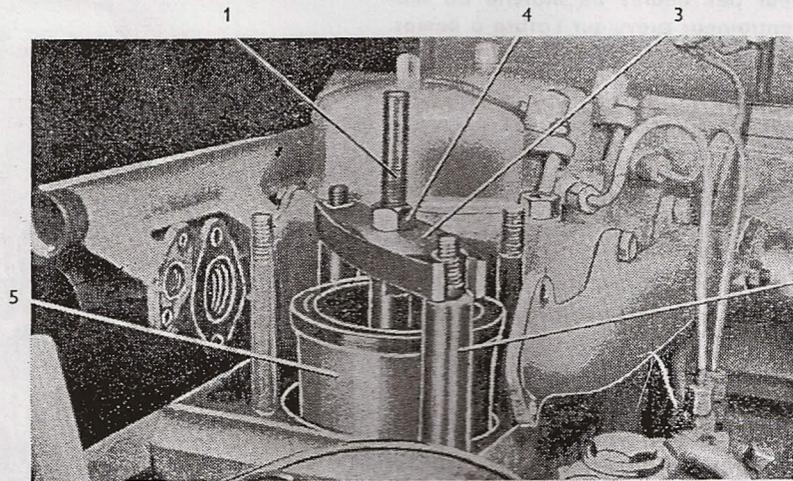

Fig. 76
1. Tourner le vilebrequin de telle façon qu'il soit possible d'appliquer aux bords inférieurs de la chemise de cylindre un anneau d'appui et introduire dans celui-ci la cheville d'un montage spécial (fig. 76/1). Freiner l'anneau d'appui par l'écrou M 16.
2. Emmancher sur deux goujons de la culasse les deux tubes d'appui (fig. 76/2) et appliquer dessus la bride (fig. 76/3) de telle façon que la cheville logée dans l'anneau d'appui inférieur passe par le centre de cette bride. L'extrémité supérieure de la cheville est filetée pour qu'il soit possible de la mettre un écrou M 14. On expulse la chemise de cylindre hors du carter moteur (fig. 76/5) en vissant cet écrou (fig. 76/4).